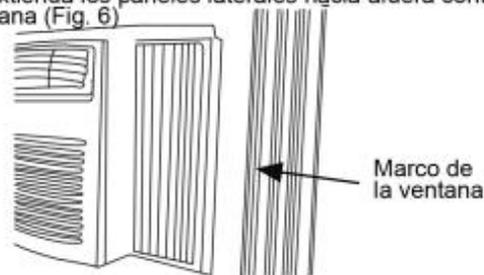

Fig. 6
- B: Extienda los paneles laterales hacia afuera contra la ventana (Fig. 6)